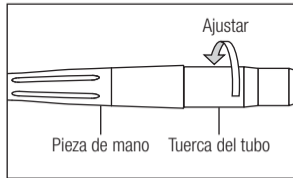

Fig. 4
- 1) Inserte la pieza de mano correctamente en el conector del tubo y apriete la tuerca del tubo. (Fig. 4)